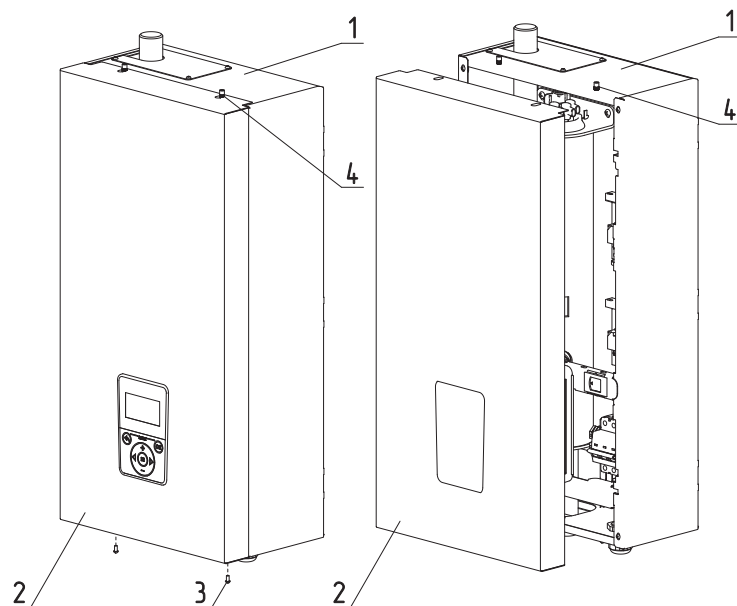

Рис.14 Снятие кожуха
- выкрутить болты крепления (рис.14 поз.3);
- переместить кожух вверх, сняв с зацепов (рис.14 поз.4);